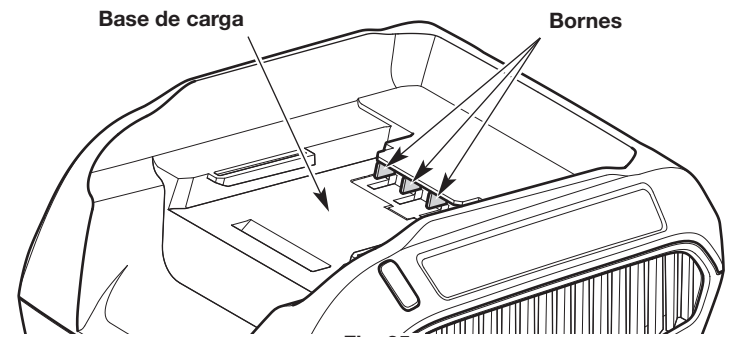

Fig. 25
- Mantenga el cargador de baterías limpio y sin residuos. No permita que ingresen materiales extraños en la base de carga ni en los bornes (Fig. 25). Inspeccione el cargador de baterías para ver si hay materiales extraños antes de usarlo.